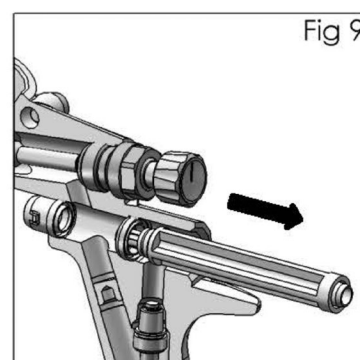

Fig 9
7. À l'aide d'un outil d'entretien (44), engagez la rainure derrière le siège de soupape (19) (Voir fig. 9).